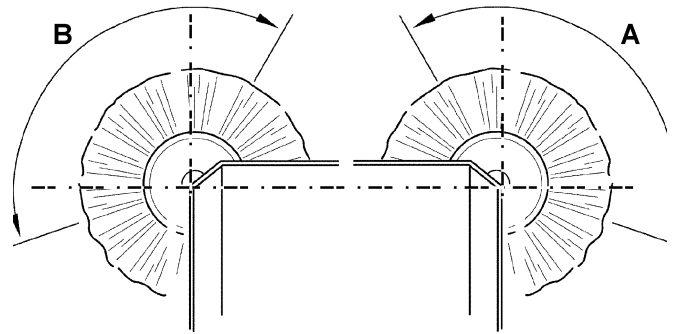

Figure 6
- Contrôler que les traces laissées par les balais latéraux sont, en extension et orientation, comme indiqué dans la figure (A et B, Fig. 6).